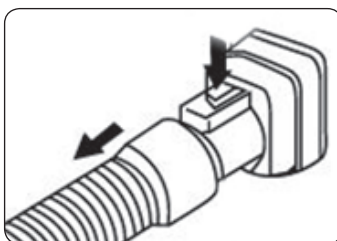

FIGURA 8.1
- Conecte la manguera a la entrada lateral del depósito (Figura 8.1)